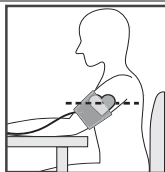

Рис.4
1. Сядьте у стола так, чтобы во время измерения артериального давления Ваша рука лежала на его поверхности. Удостоверьтесь, что место наложения манжеты на плече находится приблизительно на одном уровне, что и сердце, и что рука свободно лежит на столе и не двигается (рис.4).